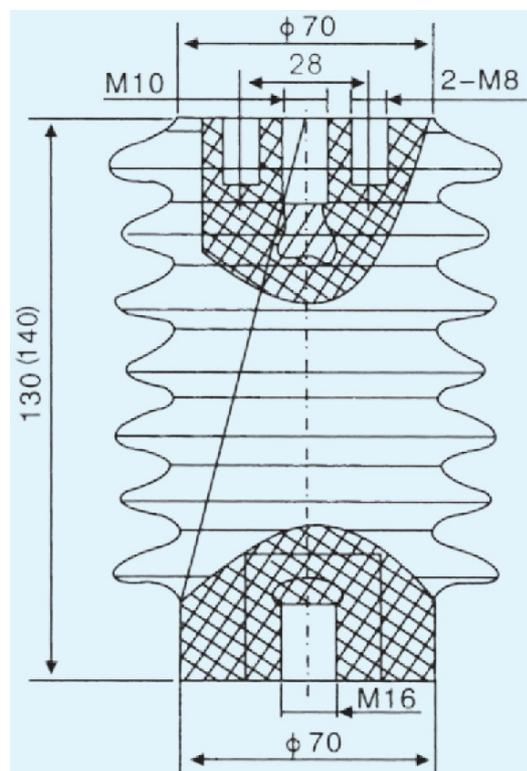

Рисунок 3 – Габаритные и установочные размеры емкостного датчика ДЕ-10
2.11 Габаритные и установочные размеры емкостного датчика ДЕ-10 приведены на рис.3.